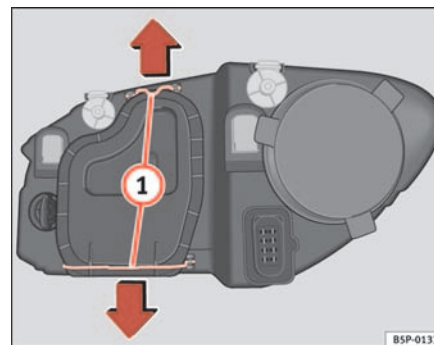

Fig. 175 Médios
- Desloque os tirantes ⇒ página 253, fig. 175 ① no sentido da seta e puxe a tampa.